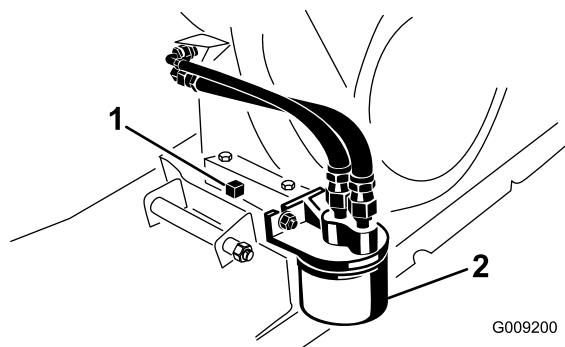

Рисунок 36
- Подставьте под сливную пробку сливной поддон (Рисунок 36).
- Снимите пробку сливного отверстия и уплотнение (Рисунок 36).
- Снимите имеющийся масляный фильтр (Рисунок 36).
4. Наверните новый фильтр на переходник фильтра, пока прокладка не коснется монтажной пластины, затем затяните фильтр еще на $\frac{1}{2}$ – $\frac{3}{4}$ оборота (Рисунок 36).